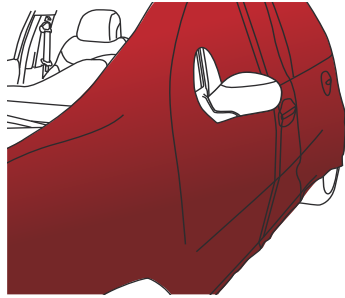

Figure 30
- › Le film est tendu sur la totalité de la surface à couvrir. Vous allez maintenant pouvoir procéder à l'application du film (FIG. 30) tel que décrit dans les paragraphes 4.3 à 4.5 selon les surfaces rencontrées.